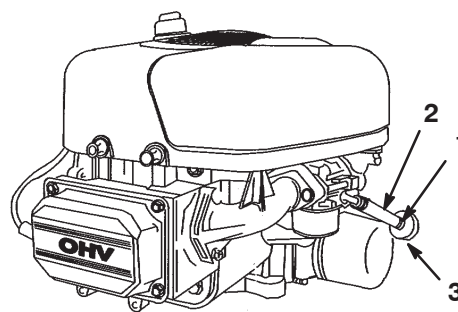

Bild 28
4. Öffnen Sie die Motorhaube und machen Sie den Kraftstofffilter ausfindig (Bild 28).
5. Drücken Sie die Enden der Schlauchklemme zusammen und schieben sie an der Kraftstoffleitung nach oben zum Kraftstofftank (Bild 28).
6. Ziehen Sie die Kraftstoffleitung vom Kraftstofffilter (Bild 28) herunter. Lassen Sie das Benzin in einen Benzinkanister oder eine Auffangschale ablaufen.
Tauschen Sie den Kraftstofffilter alle 100 Betriebsstunden oder mindestens einmal pro Jahr aus. Tauschen Sie den Kraftstofffilter am besten aus, wenn der Tank leer ist (Bild 28). Bauen Sie nie einen verschmutzten Filter wieder ein, wenn Sie diesen aus der Kraftstoffleitung entfernt haben.
4. Drücken Sie die Enden der Schlauchklemmen zusammen und schieben diese weg vom Kraftstofffilter (Bild 28).